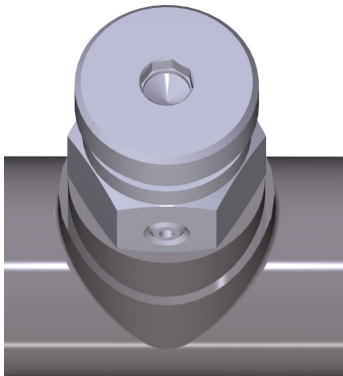

Abb. 27: Entlüftung Heizwasser
- Um den Primärkreislauf zu entlüften, Entlüftungsventil (Abb. 27) öffnen.